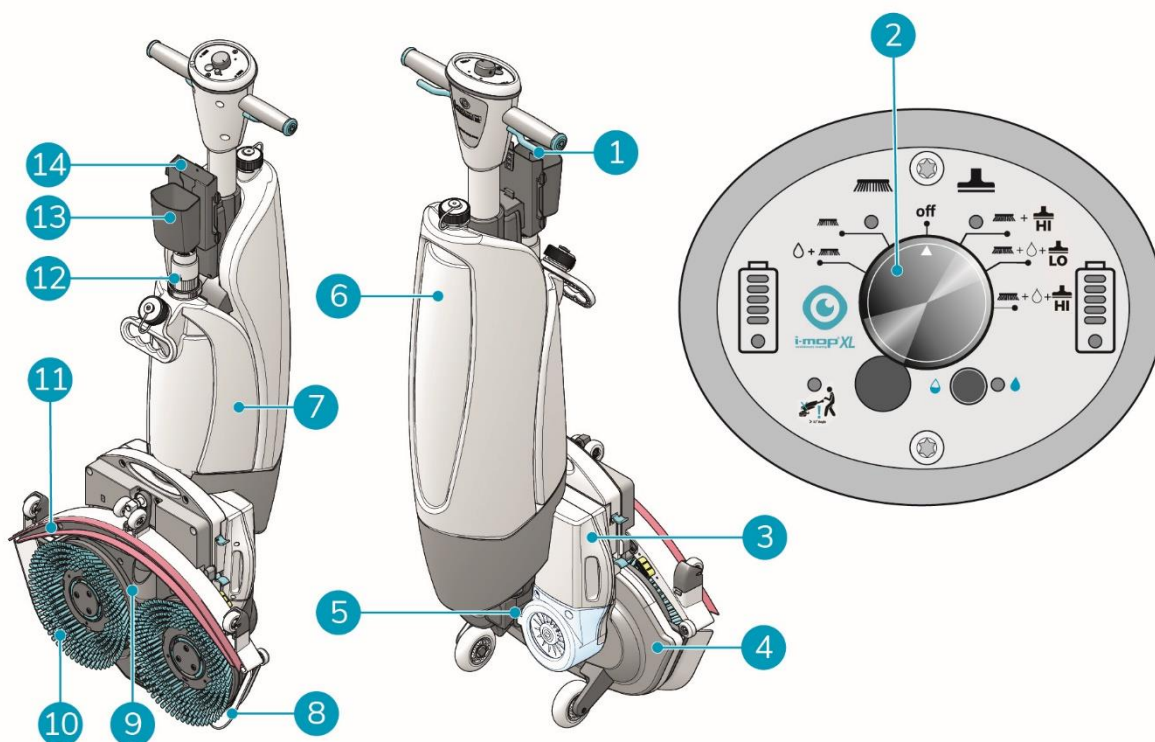

Figure 5
4. Le plateau de lavage peut maintenant être soulevé lentement jusqu'à ce qu'il se tienne debout sur les roues avant (Figure 5, pos 4). Guidez le corps vers le pont de lavage jusqu'à ce qu'il s'enclenche en position de repos.